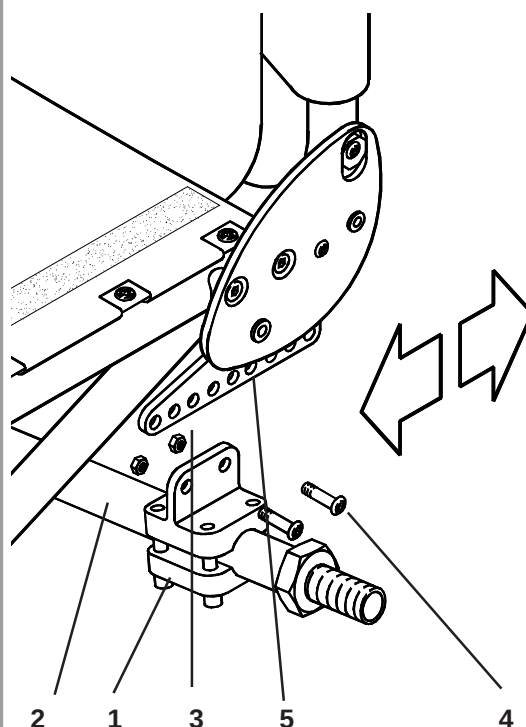

Fig. 33
Het zwaartepunt (Fig. 33) wordt afgesteld door de complete as (1) en de camberbeugel (2) op de asplaat (3) te verschuiven. Voor het verplaatsen van de as draait u de bevestigingsbouten (4) en moeren, met behulp van een 5 mm inbussleutel en een 8 mm sleutel, los en verwijdt u deze. Plaats het te monteren gedeelte in de gewenste voorgeboorde gaten (5) en plaats de bevestigingsbouten en moeren terug, draai de bouten en moeren vast op een aanhaalmoment van 8-10 Nm.